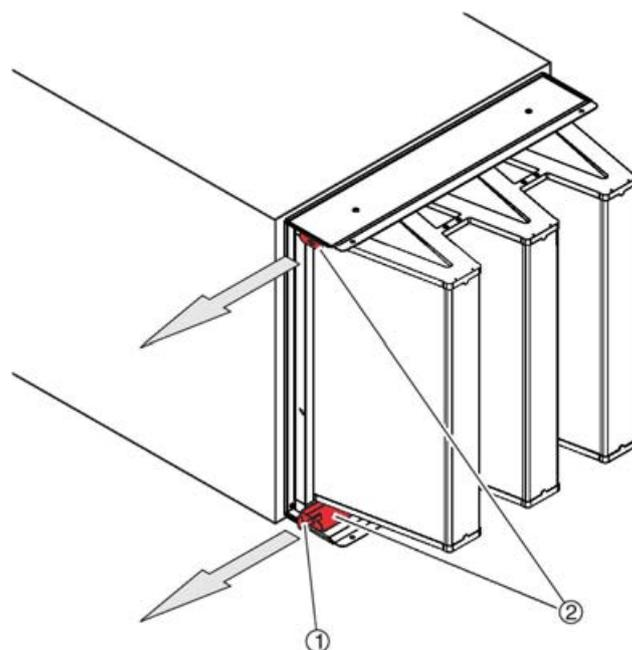

Fig. 16: Liberación de los carriles de sujeción
4. ▶ Utilice la llave especial (Fig. 16 /1) para sacar los rieles de sujeción (Fig. 16 /2) hasta el tope.